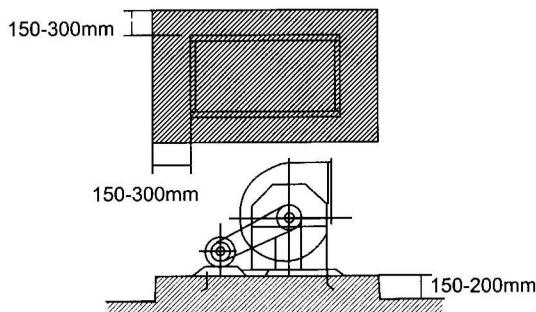

图8
(1) 混凝土基座的大小，一般长宽均需超出机架外缘约300mm。其厚度，小型风机约为150mm，大型者则在300mm以上。亦有按重量计算者，变通基座约为送风机总重量的三倍(图8)